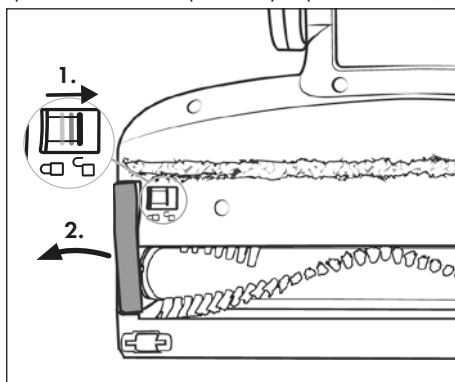

Fig. 24
- 2) Disimpegnare il rullo a spazzola 21 spostando lo sblocco del rullo a spazzola 19 con il dito verso destra e rimuovendo il supporto del rullo a spazzola 20 dalla spazzola per pavimenti 22 (vedere fig. 24).